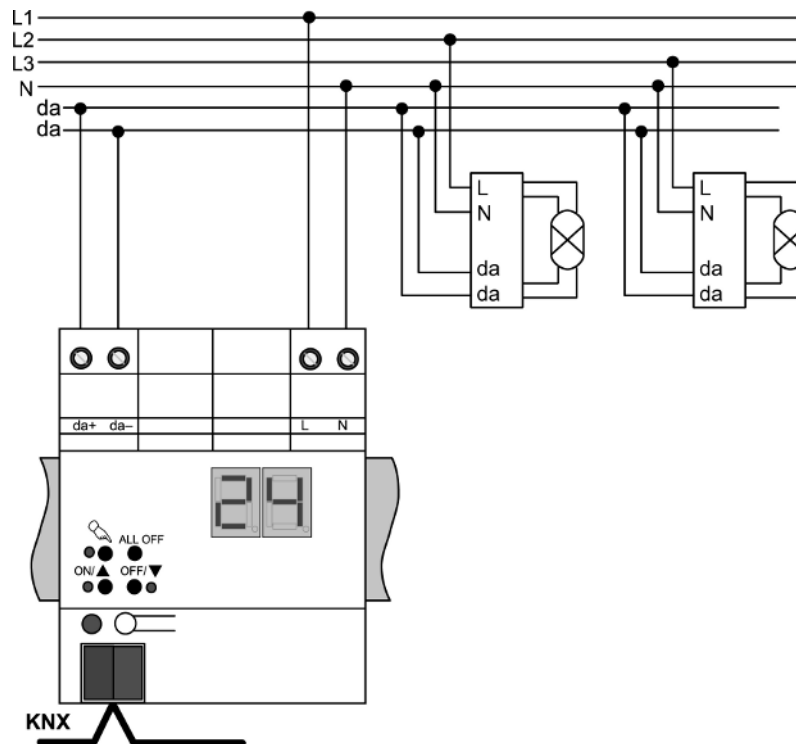

Figura 2
- Collegare l'apparecchio secondo lo schema di collegamento (Vedi figura 2).